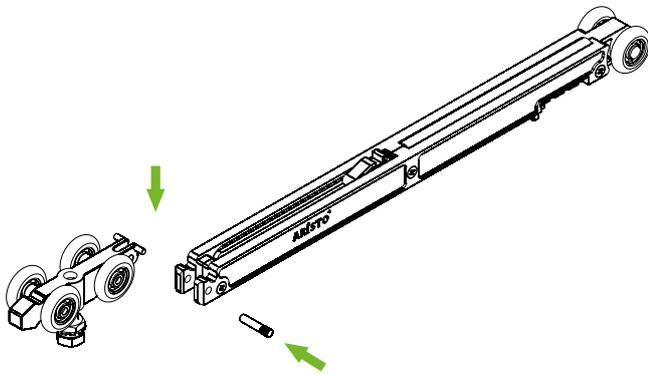

Рис.2
**2** Соедините верхний ролик с доводчиком штифом (рис. 2).